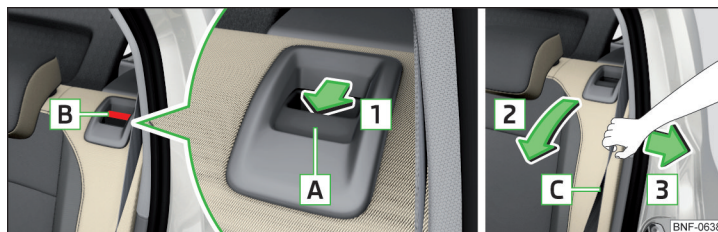

Fig. 54 Plegar hacia adelante el respaldo / tirar la correa hacia el revestimiento lateral
- Presionar el tirador de desbloqueo **A** en el sentido de la flecha **1** e inclinar el respaldo en el sentido de la flecha **2** » fig. 54.
- Tirar el cinturón de seguridad **C** hacia el revestimiento lateral en el sentido de la flecha **3** » **fig. 54.**